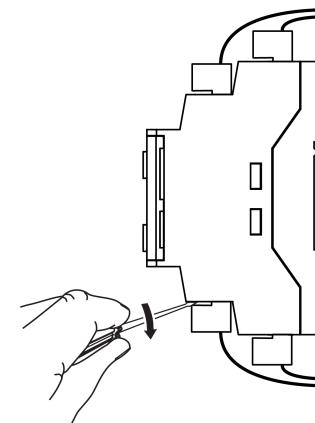

Рисунок 6.3 – Отсоединение съемных частей клемм
- Отсоединить съемные части клеммников от прибора, предварительно пометив провода для последующего подключения (см. рисунок 6.3).